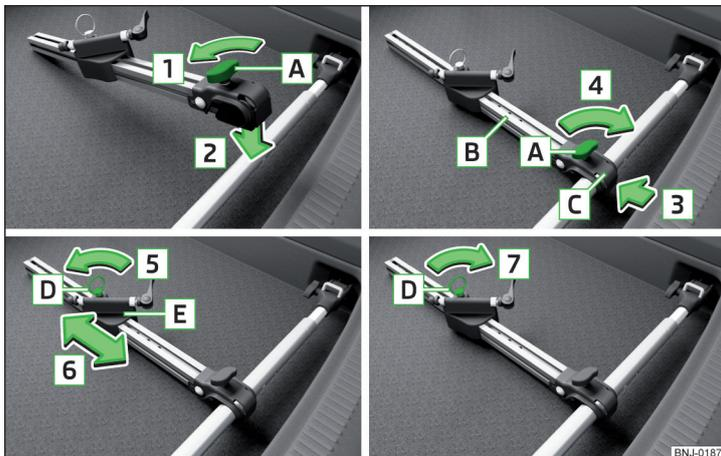

Fig. 112 Pose d'un porte-bicyclettes
- Dévissez la vis **A** du porte-vélos (ci-après porte-vélos) dans le sens de la flèche **1** » fig. 112.
- Si l'on transporte deux vélos, il faut dévisser la vis **A** » fig. 112 à la page 96 sur le porte-vélos et déplacer vers la gauche le porte-vélos en même temps que le vélo fixé.
- Serrez la vis **A** » fig. 112 à la page 96 sur le porte-vélos.
- Adaptez au besoin la position de la partie amovible **E** » fig. 112 à la page 96.